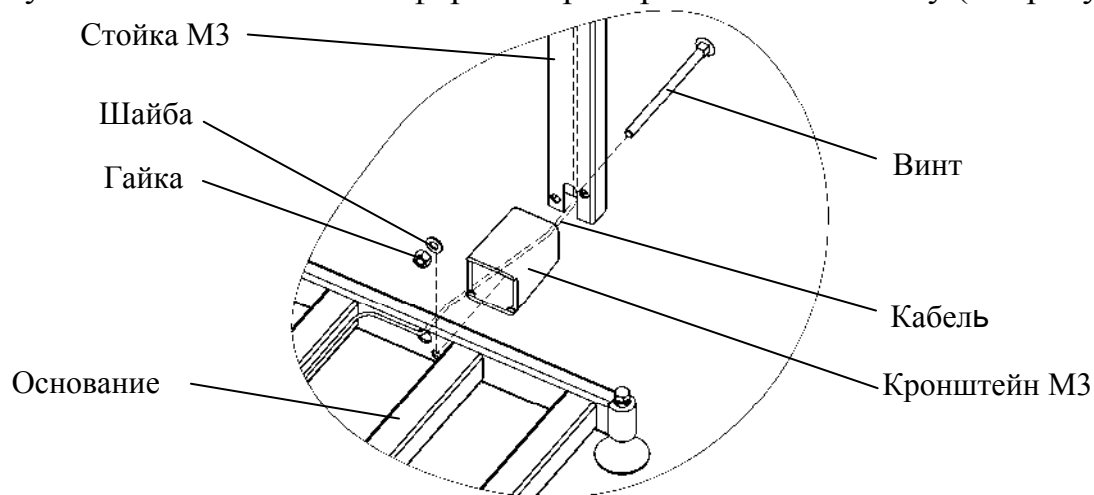

Рисунок 6.4 - Крепление прямоугольной стойки к основанию весовой платформы ТВ-М_A
- протянуть кабель весовой платформы через кронштейн и стойку (см. рисунок 6.4);